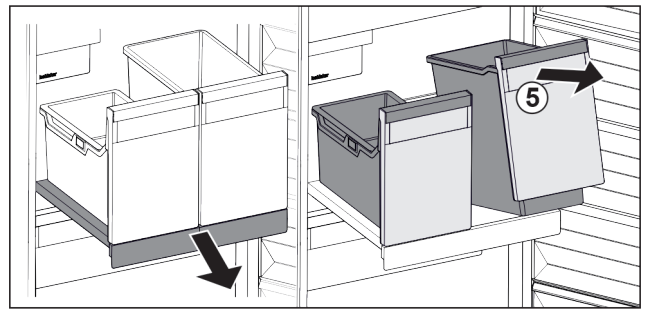

Fig. 33
- Soulever les bacs Fig. 33 (5) par l'avant.